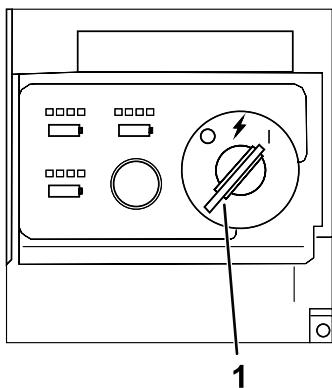

Figura 12
4. Girate la chiave in posizione di ACCENSIONE per accendere la macchina.Figura 12